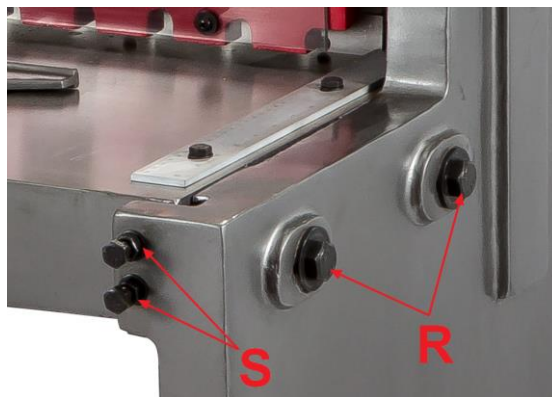

Рис.5
2. Ослабьте шестигранные гайки и болты (S, Рис.5). При незатянутых винтах все четыре угла стола должны располагаться под прямым углом к правой и левой боковой панели. При необходимости подложите прокладки под ножки станка.
**Если гильотина не режет бумагу:** Передвиньте нижний нож по направлению к верхнему. Немного ослабьте болты (R, Рис.5) и шестигранные гайки и поверните болты (S, Рис.5) для перемещения нижнего ножа к верхнему. Расстояние между верхним и нижним ножами должно составлять от 0,002 до 0,005 дюйма. Ножи **НЕ** должны перекрываться. Повторите тест с разрезом бумаги. Когда резка вас устроит, затяните шестигранные гайки (S, Рис 5) и болты (R, Рис. 5).